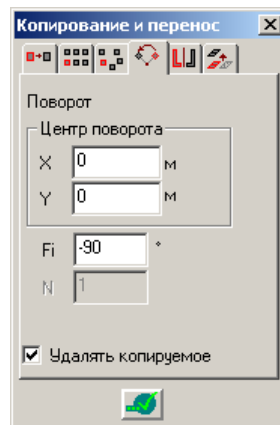

Рис.1.5.7. Окно диалога **Копирование и перенос** (закладка **Поворот**)
- щелкните на закладке  – **Поворот** (рис. 1.5.7);